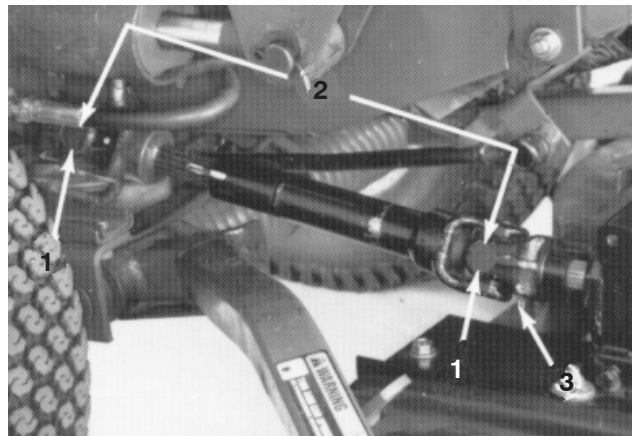

Fig. 7
1. Rikta in hålen i oket med växellådans ingående axel. Skjut på oket på axeln och fäst ihop dem med en rulltapp och två huvudskrivar (5/16 x 1 3/4 tum) samt låsmuttrar (5/16 tum) (fig. 7).